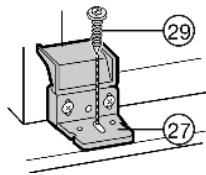

Fig. 24
- ▶ Monte el aparato previamente a través del agujero oblongo de la escuadra de plástico Fig. 24 (27) con un tornillo Fig. 24 (29) largo
- ▶ Cierre la cubierta de la escuadra de plástico Fig. 24 (27).